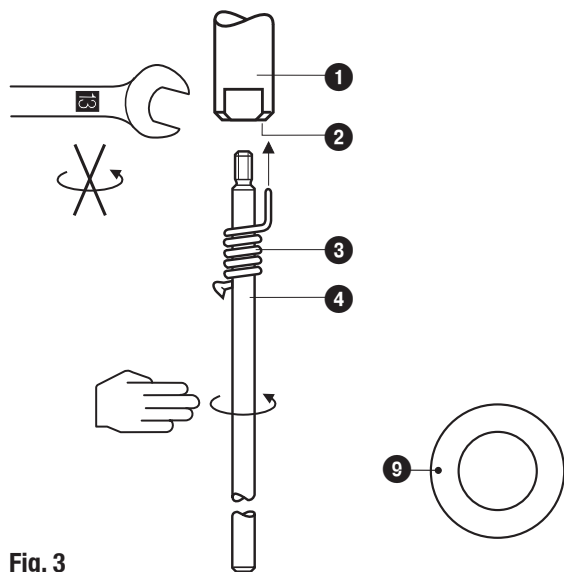

Fig. 3
1. Elektrodenverlängerung ④ in die Messelektrode ① einschrauben. **Fig. 3**
3. Maß auf der Elektrodenverlängerung ④ anreißen.
4. Elektrodenverlängerung ④ aus der Messelektrode ① herausdrehen und kürzen.
5. Nach Sichtprüfung die Verlängerung ④ in die Messelektrode ① fest einschrauben. Sicherungsfeder ③ auf der Elektrodenverlängerung ④ verschieben, bis diese in der Bohrung ② fixiert ist..